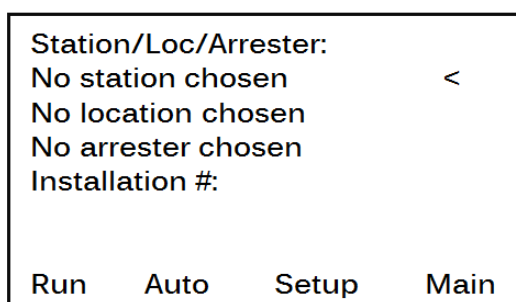

Figura 1.9 Menu principal de medição
Aparece o menu principal de medição (Figura 1.9).
- Se os dados da estação, local e pára-raios não estão presentes na memória do LCM500, deixe esses campos em branco como mostrado na Figura 1.9. O pára-raios será identificado mais adiante. Consulte "Armazenamento de resultados de testes para pára-raios não identificados" na página 1-15 para ver as instruções.
- Exiba o menu principal de medição (Figura 1.9 na página 1-9) e pressione **Run** (Executar).
1. Exiba o menu principal de medição (Figura 1.9 na página 1-9) e pressione **Auto**.
- Se os dados da estação, local e pára-raios já estão presentes na memória do LCM500, use o botão **Select** (Selecionar) e a roda de seleção para selecionar os dados corretos. Pressione o botão **Auto**. Consulte a Figura 1.9 na página 1-9 para ver o local desses controles.